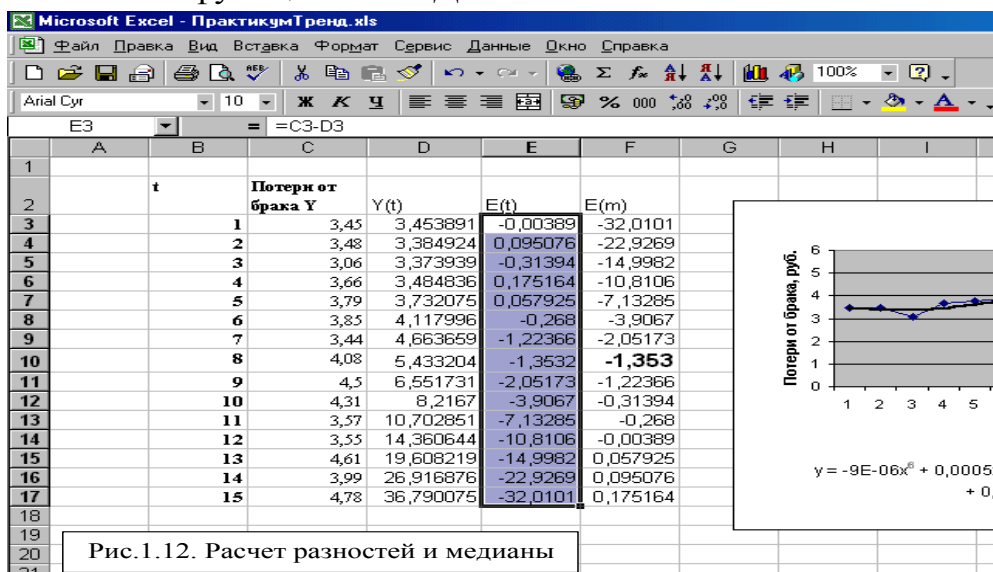

Рис.1.12. Расчет разностей и медианы
2.3. Рассчитать медиану $E(m)$ как срединное значение ряда $E(t)$. Для этого скопировать значения разностей $E(t)$ и с помощью *Специальной вставки* перенести только значения в столбец $E(m)$, расположить их в порядке возрастания и выделить медиану – значение, соответствующее срединному или в нашей задаче 8-ому значению (Рис.1.12). Иначе – воспользоваться функцией МЕДИАНА.